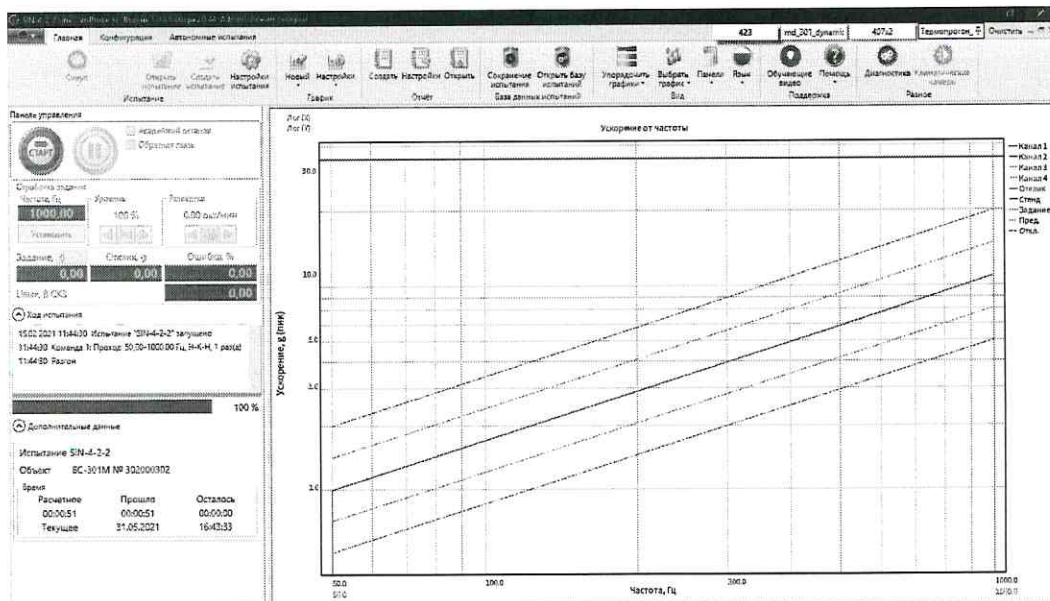

Рисунок 5 - Окно тестового испытания
8.2.7. В открывшемся окне тестового испытания (Рисунок 5), имитирующего процесс задания испытательного воздействия с разверткой частоты и амплитуды, нажать кнопку «Старт».
8.2.8. В открывшемся окне тестового испытания (Рисунок 5), имитирующего процесс задания испытательного воздействия с разверткой частоты и амплитуды, нажать кнопку «Старт».